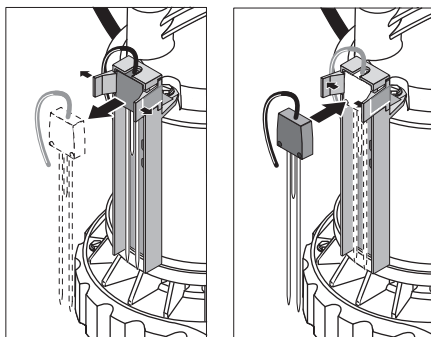

Figura 11: El interruptor se saca del soporte según se ilustra. Tenga cuidado de no abrir demasiado las lengüetas.
- 3A. Saque el interruptor de su soporte y remuévalo de la bomba (consulte la Figura 11, página 21).
Para remover el interruptor, separe las lengüetas en la parte superior del soporte lo suficiente como para deslizar el interruptor entre ellas y sacarlo. Use el cable para empujar el interruptor hacia adelante y hacia afuera del soporte (ver la Figura 11).
Para volver a colocar el interruptor, empujelo hacia atrás entre las lengüetas del soporte hasta que haya quedado plano contra la parte posterior del soporte (ver la Figura 11).